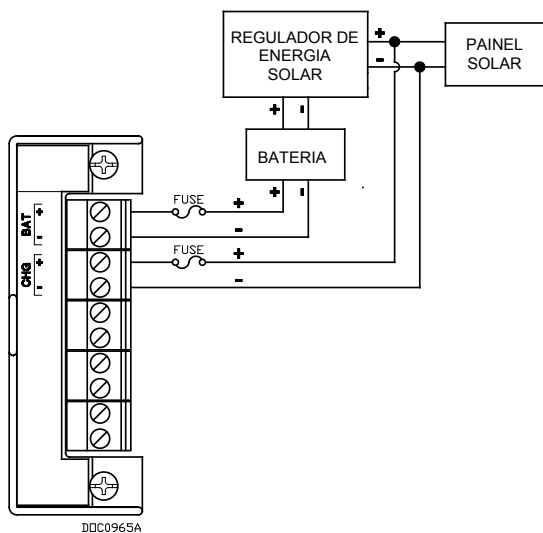

Figura 6. Fonte de alimentação 12 V cc e cabeamento CHG + / CHG -
- Se você estiver monitorando uma voltagem de carga externa (Módulo de entrada de alimentação de 12 V cc), conecte o conector do bloco de terminais CHG+ e CHG-. Consulte a Figura 6.